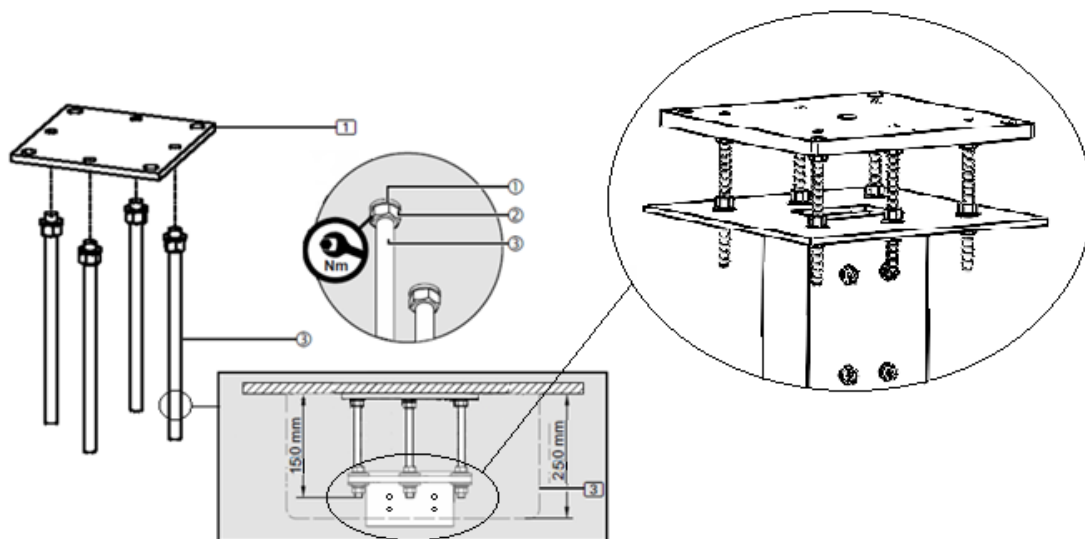

Fig. 5 Montage de la plaque d'interface sans faux plafond
- Visser 1 écrou hexagonal M10 (2) (2) chacun sur les boulons filetés M10 x 150 (3) (3) et monter 1 rondelle élastique (1) (1) chacun.
- La garniture de plafond (3) est ensuite montée au ras du faux plafond. Elle couvre toute la surface des vis d'assemblage, comme le montre le détail de la figure 5.